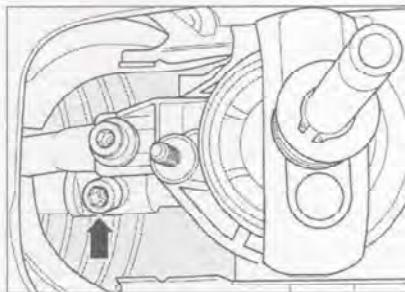

Рис. 7.177. Ослабьте болт (стрелка) крепления тяги включения передач.
8. Ослабьте болт (стрелка) крепления тяги включения передач (рис. 7.177).